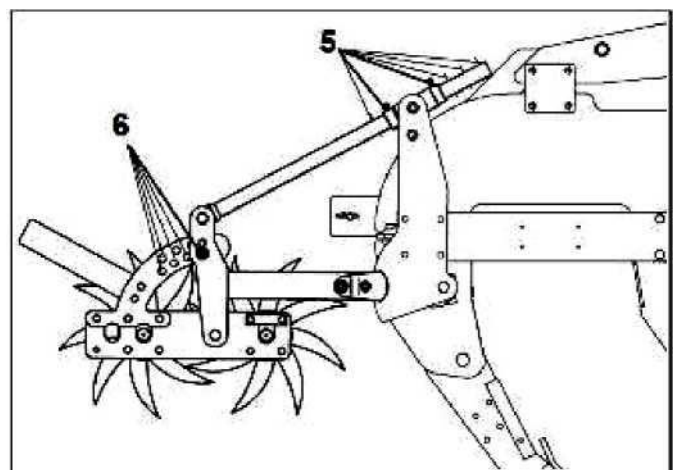

Рисунок 11.
Рабочая глубина регулируется через смещение вручную стопорных винтов вдоль тяг задних катков (5) (рис. 11).
угол катков, для этого изменить положение стопорных штифтов (6) (рис. 11). Каждое положение стопорного штифта изменяет рабочий угол на 5 градусов.